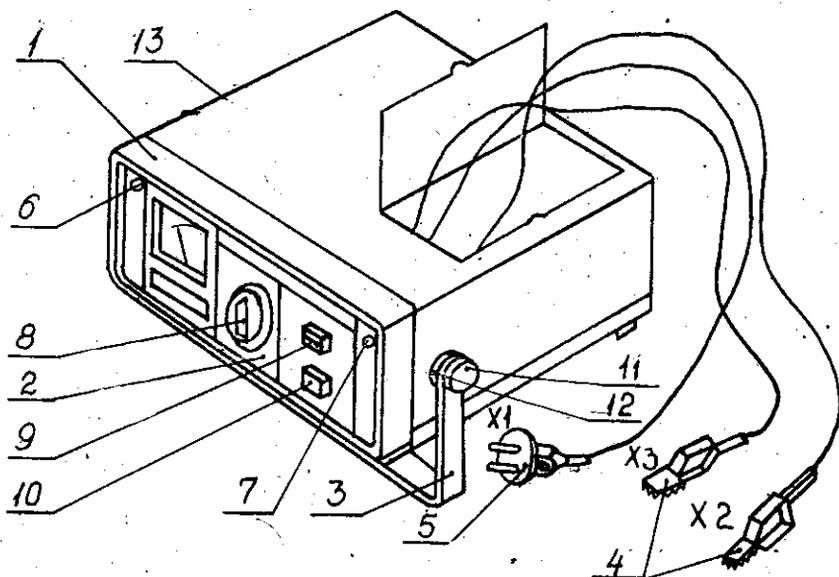

Рис. 1
4.1. На рис. 1 приведен общий вид устройства зарядного. Элементы схемы размещены в корпусе 1. Переключатели 9, 10, регулятор 8, индикатор 6 и индикатор 7 выведены на лицевую панель 2. В отсеке размещены шнур питания 5, предназначенный для включения устройства зарядного в сеть, кабель нагрузки 4 с зажимами для подключения к клеммам аккумуляторной батареи и съемная ручка 3.
8.1. Порядок разборки и сборки устройства (рис. 1, 2).